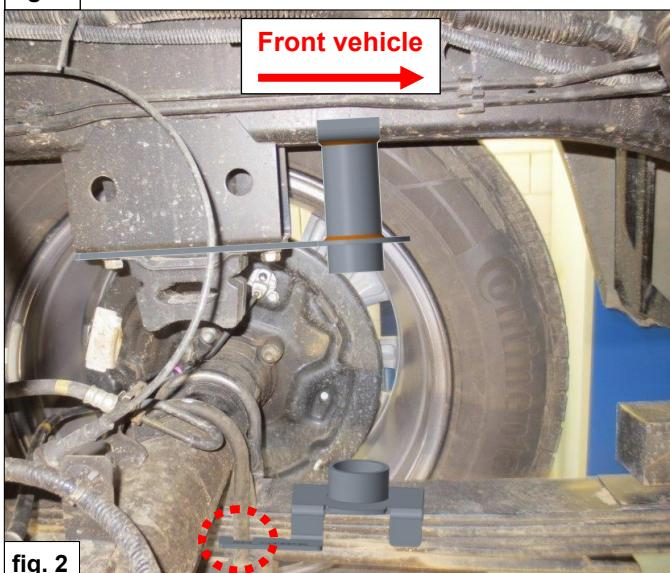

fig. 2
3. Montieren Sie die obere Halterung **A** zwischen dem Puffer und Chassis. Verwenden Sie die Originalschrauben. Beachten Sie, dass die Federhalter zeigt auf der Vorderseite des Fahrzeugs. (Siehe Abbildung 2).
4. Stellen Sie die untere Halterung **B** über den U-bolz, auf die Blattfeder vor die Achse. (Siehe Abbildung 2).
3. Monter supérieure support **A** entre le tampon et le châssis. Utilisez les boulons d'origine. Noter que la coupelle de ressort est dirigée vers l'avant du véhicule. (Voir figure 2).
4. Placer le support **B** sur le U-boulon, sur le ressort à lame en avant de l'axe. (Voir la figure 2).